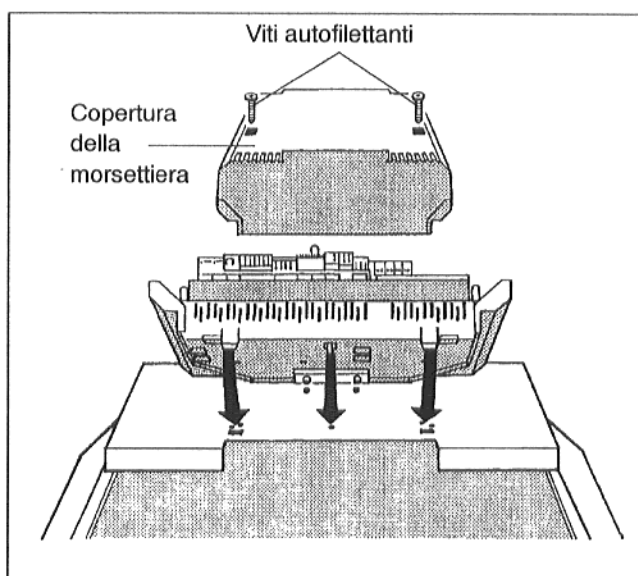

Fig. 15
- Svitare entrambe le viti della copertura della morsettiera dell'apparecchio di regolazione. Rimuovere tale copertura (Fig. 15).
- Posizionare la copertura della morsettiera e fissarla all'apparecchio di regolazione (Fig. 15).
- Posizionare la copertura della morsettiera e fissarla con due viti autofilettanti (Fig. 15).